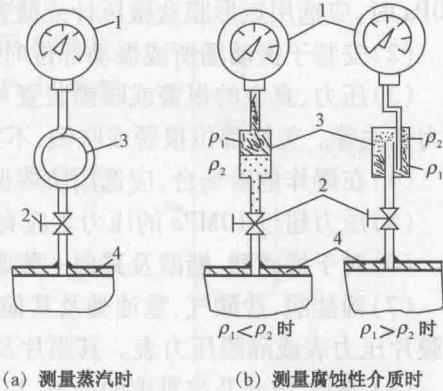

图 1-1-1 压力表安装示意图
(1) 压力表的取压点必须选在能正确反映被测压力实际大小的地方,例如要选在介质流动平稳的部位,不应在太靠近局部阻力或有其他干扰的地方,如转弯处等。取压管内端面与生产设备连接处的内壁应保持平齐,不应有凸出物或毛刺,以避免影响流体的平稳流动。
(2) 压力表的位置与被测压力的取压点不在同一个水平位置时,应该考虑静压对压力指示值的影响。
(3) 安装地点应力求避免振动和高温的影响。
(4) 测量蒸汽压力时应加装凝液管,以防止高温蒸汽与测压元件直接接触;测量黏度大、腐蚀性强或易于汽化的介质时,压力仪表安装应加隔离罐或采用隔膜压力表、密封毛细管膜片压力表,如图 1-1-1 所示(图中 ρ_1 为隔离液密度, ρ_2 为被测介质密度)。